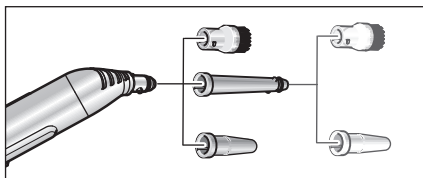

Fig. 6 : pièces démontables pour la buse à jet crayon
- Afin d'augmenter la capacité de nettoyage lors du travail avec la buse à jet crayon (D1), vous pouvez l'utiliser avec la rallonge (D2), la brosse ronde (D3) ou la buse turbo (D4) (voir fig. 6). Pour ce faire, amenez les deux encoches de la pièce démontable sur les dents de la buse à jet crayon. Tournez à fond la pièce démontable dans le sens des aiguilles d'une montre.